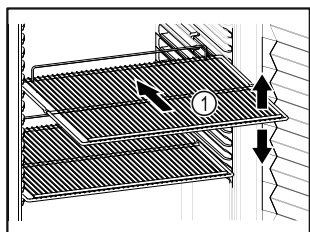

Fig. 60 Beispielhafte Darstellung
- ❑ Wenn Ablageflächen Fig. 60 (1) versetzbar sind, Ablageflächen je nach Höhe anpassen.